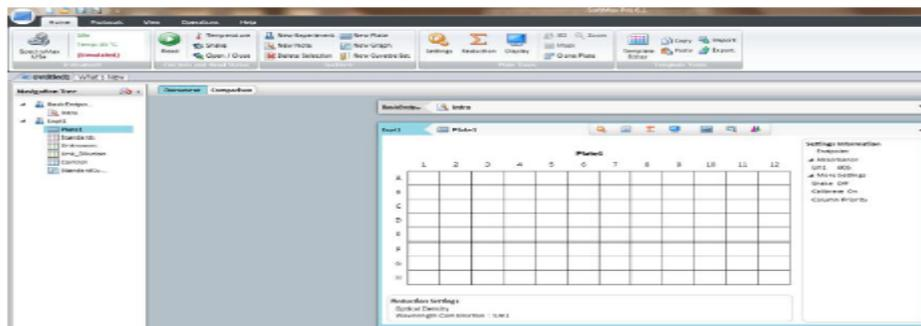

Figure 1. SoftMax pro 6.1 first window
4. SoftMax Pro 6.1이 구동되면 (Fig. 1) 과 같은 화면이 나타납니다.